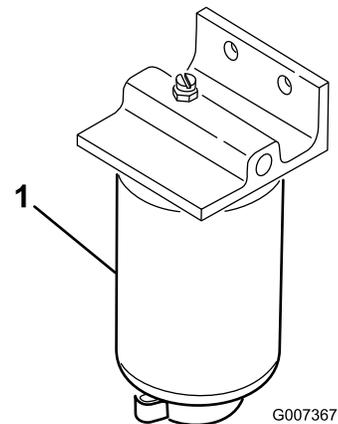

Bild 35
1. Stellen Sie einen sauberen Behälter unter den Kraftstofffilter (Bild 35).